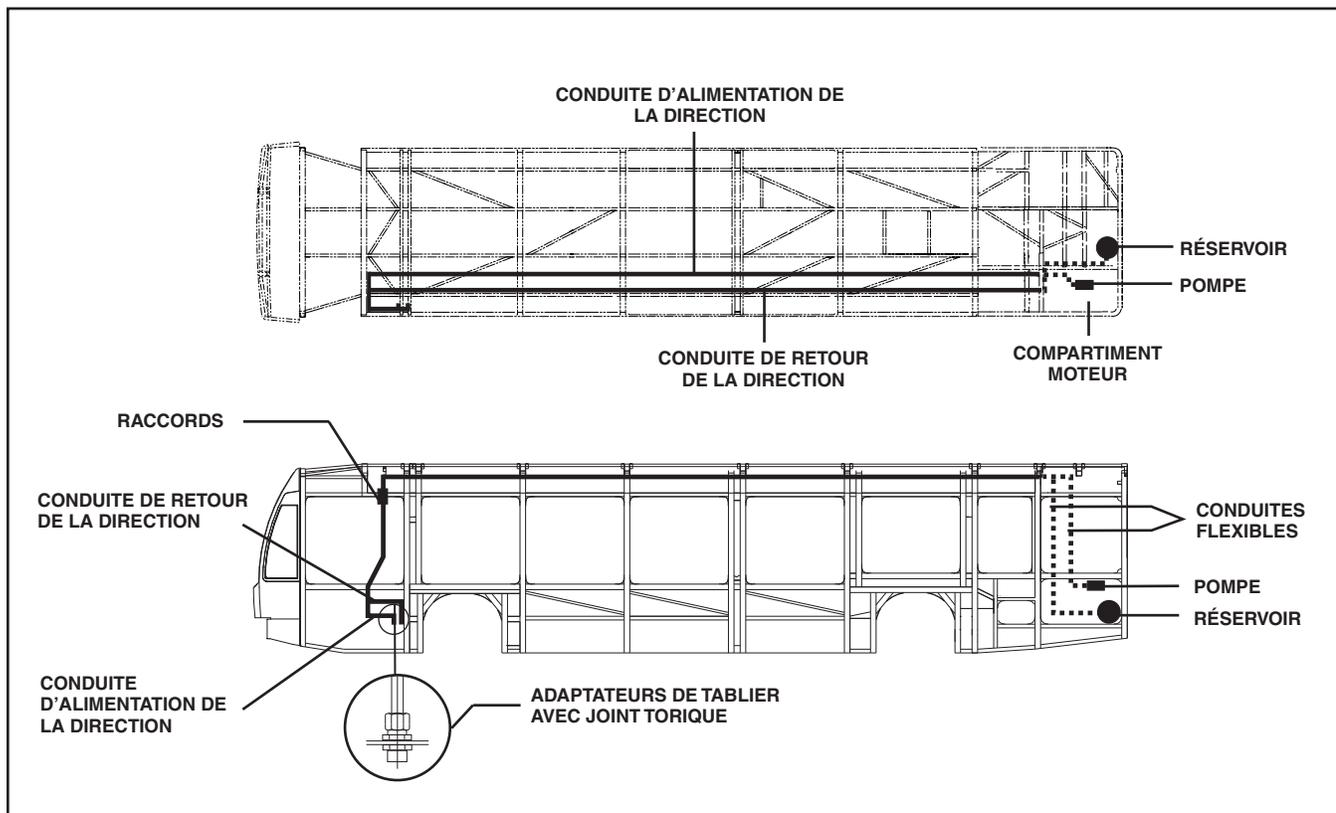
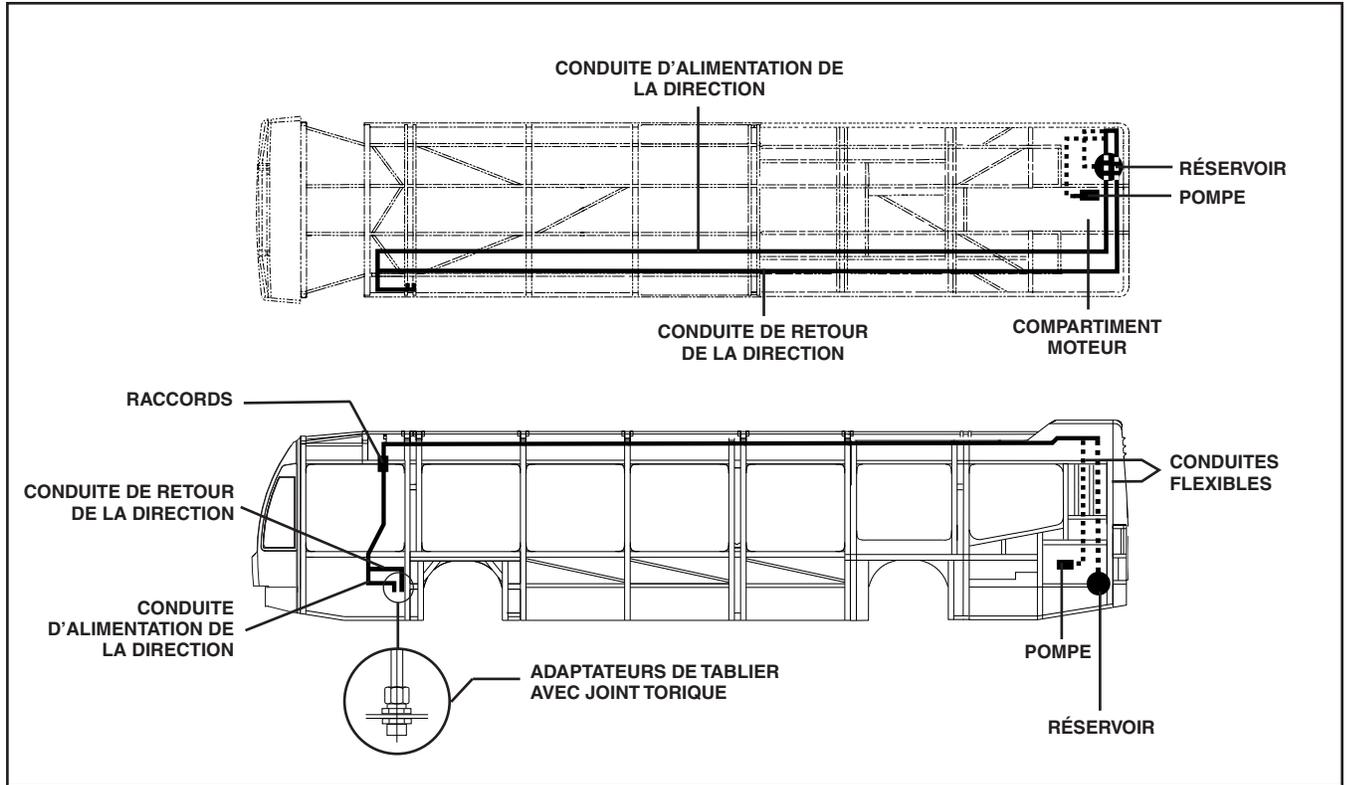
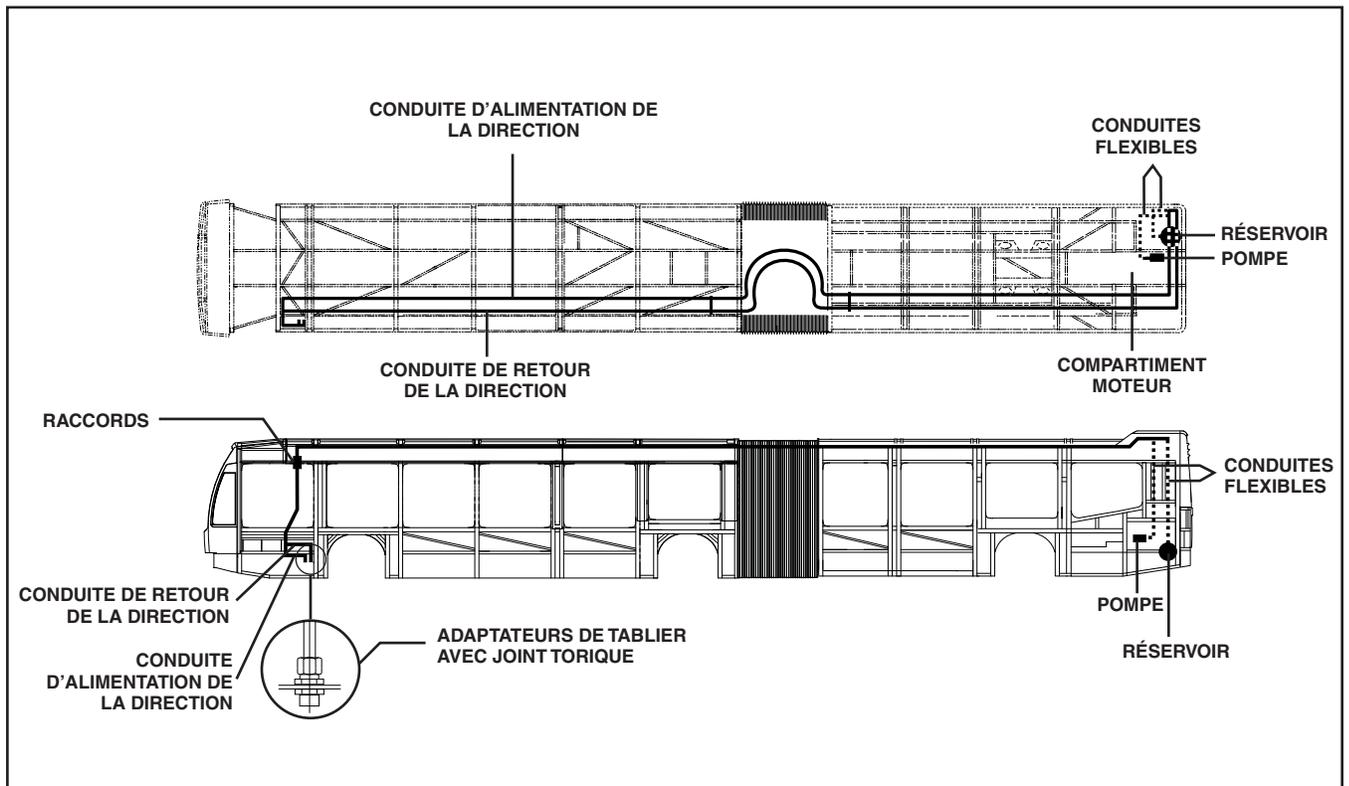

Figure 2 - Routage des conduites et des raccords hydrauliques sur le Nova LFS 40 pi. standard
Figure 3 - Routage des conduites et des raccords hydrauliques sur le Nova LFS 40 pi. avec moteur centré
Figure 4 - Routage des conduites et des raccords hydrauliques sur le Nova LFS articulé avec moteur centré
L'huile hydraulique est ainsi acheminée du réservoir hydraulique (9) jusqu'à la pompe. L'huile déplacée par la pompe circule jusqu'au boîtier de servodirection (5) dans une conduite d'alimentation. Une conduite de retour relie le boîtier de servodirection au réservoir hydraulique. Pour le routage des conduites et des raccords hydrauliques, voir Figure 2, Figure 3 ou Figure 4, selon le modèle de véhicule.